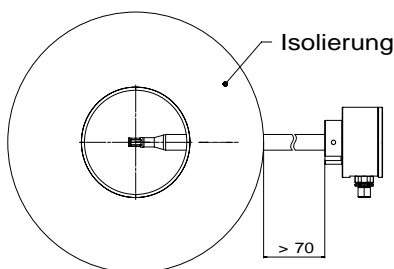

Abbildung 3-1
Der Einsatz in den heißen Gasen erfordert eine mindestens 70 mm lange Freiluftstrecke des Fühlerrohrs (ab dem Sensorgehäuse gerechnet) ohne umgebende, konvektionsbehindernde Materialien (z. B. einer Wärmeisolation), um eine hinreichende Abkühlung zu gewährleisten (siehe Abbildung 3-1).
Die Mitte des Kammerkopfs, auf die sich auch die Längenangabe (L) des Fühlers bezieht, stellt den eigentlichen Messort der Strömungsmessung dar und sollte möglichst günstig in der Strömung platziert sein, z. B. in der Rohrmitte (siehe auch Abbildung 3-1).